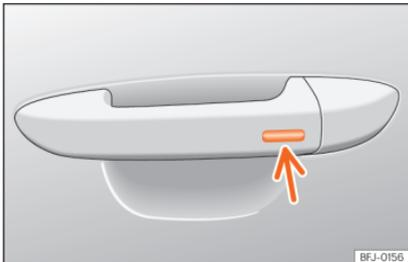

Abb. 106 Türgriff: Sensorfläche.
• Halten Sie einige Sekunden lang einen Finger über die Verriegelungssensorfläche »» Abb. 106 (Pfeil) am Türgriff, damit das Dach geschlossen wird. Wenn Sie die Sensorfläche nicht mehr berühren, wird die Schließfunktion unterbrochen.